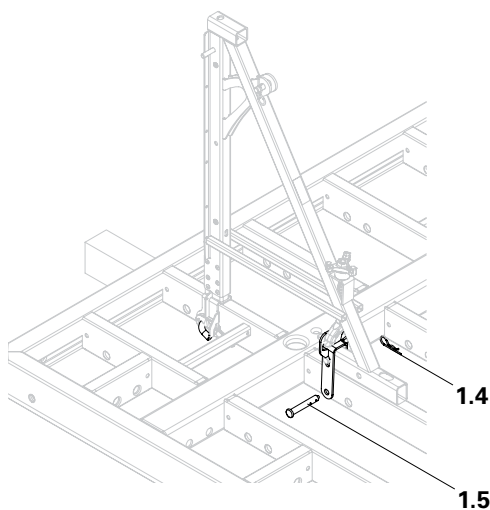

Fig. A3.25
9. Faire tourner l'axe coudé (1.7) vers le bas pour relier la console MXK RS à l'élément. (Fig. A3.25)
10. Introduire l'axe (1.5) dans le trou de raccordement et bloquer en position à l'aide de la goupille de sécurité (1.4). (Fig. A3.25 + A3.26)